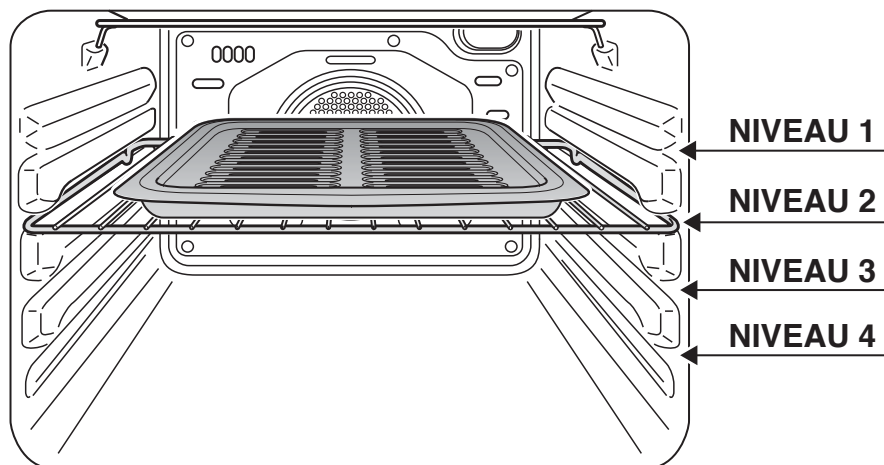
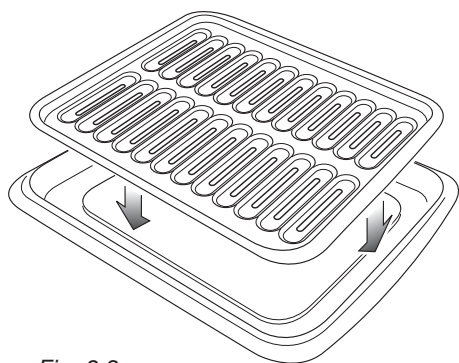

Fig. 2.2
Fig. 2.3
- Placez la grille à la première ou deuxième position à partir du haut (fig. 2.2).
- Introduisez la lèche-frite (fig. 2.3) dans le four. La lèche-frite devrait être placée sur la grille et centrée avec l'élément du gril (fig. 2.2).